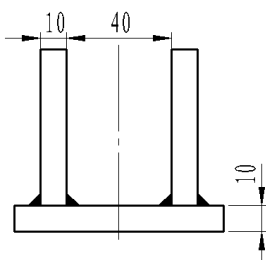

图 9.2.12 端点处理
(5) 单击“端点处理”对话框中的“完成”按钮 , 完成焊接端点的标注, 结果如图 9.2.12 所示。
Step5. 添加其他端点处理符号。参照上一步创建图 9.2.12 所示的端点处理符号。